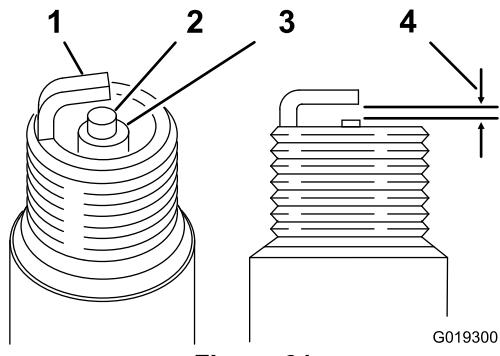

Figura 31
1. Verifique o centro da vela de ignição (Figura 31). Se o isolador estiver com coloração marrom clara ou cinza, o motor está funcionando normalmente.
2. Com um calibrador de folga, meça a folga entre o eletrodo-massa e o eletrodo central (Figura 31).